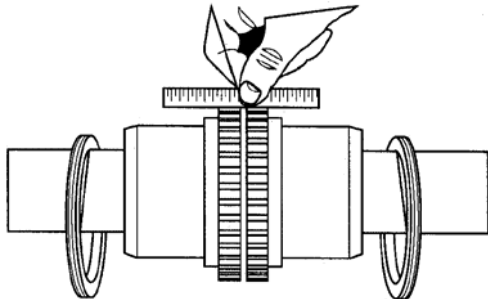

FIGURA 7D – UTILIZACIÓN DE BORDE RECTO
9. Proceda con la alineación de modo que un borde recto quede dentro de los límites que se muestran en la Figura 7D en ambos cubos, como se muestra más adelante, a intervalos de 90° sin rotar el acoplamiento. Revise los calibradores de espesores. La distancia no debe superar los límites de instalación con **DESALINEACIÓN PARALELA** que se especifican en la Figura 7H.